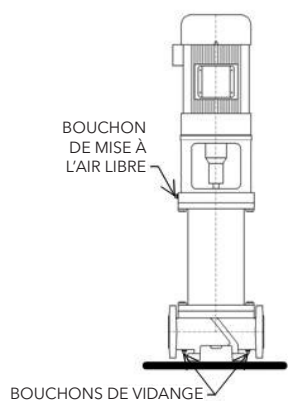

Figure 17 — Position des bouchons de mise à l'air libre et de vidange
2. Enlever les bouchons de vidange (inférieurs) et de mise à l'air libre (supérieur) et vider la pompe (fig. 17).